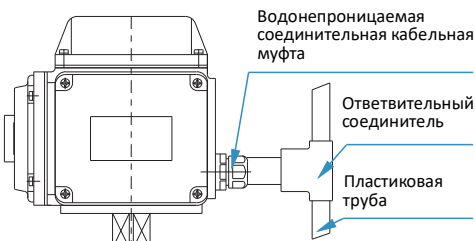

Рис. 1
- См. Рис.1 при монтаже кабельного канала.